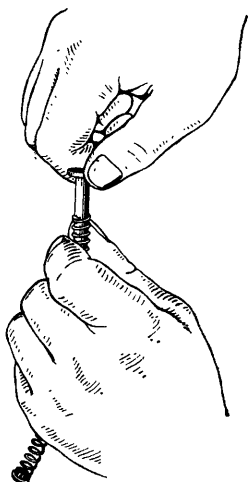

Рис. 86. Как вынуть направляющий стержень
**отделить направляющий стержень:** удерживая возвратную пружину в руке, вынуть направляющий стержень (рис. 86);